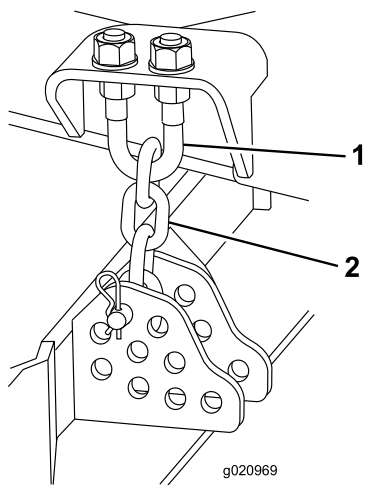

Figure 110
1. Desserrez les écrous de blocage en haut ou en bas de l'étrier fileté de la chaîne de hauteur de coupe (Figure 110).